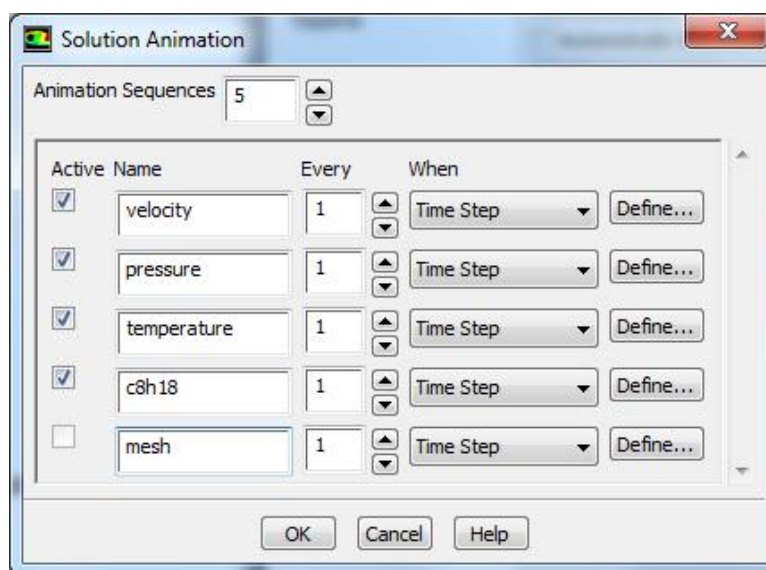

Рисунок 1.41 – Меню задания анимации
- В окне *Solution Animations* (рисунок 1.41) в пятой строчке вводится имя *mesh*.